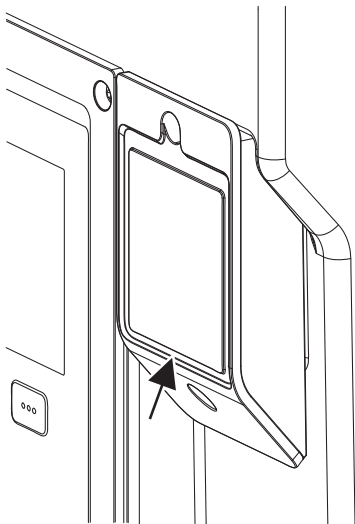

Fig. 28: Abdeckung für Wilo-Smart Connect Modul BT
1. Schraube der Wilo-Smart Connect Modulabdeckung (Fig. 28) lösen und Abdeckung öffnen.
Aufgrund der Konstruktion kann das Wilo-Smart Connect Modul BT nur in einer Ausrichtung aufgesteckt werden. Eine weitere Fixierung des Moduls selbst erfolgt nicht. Die Wilo-Smart Connect Modulabdeckung (Fig. 28) auf dem Elektronikmodul-Oberteil hält das Modul fest in der Schnittstelle.